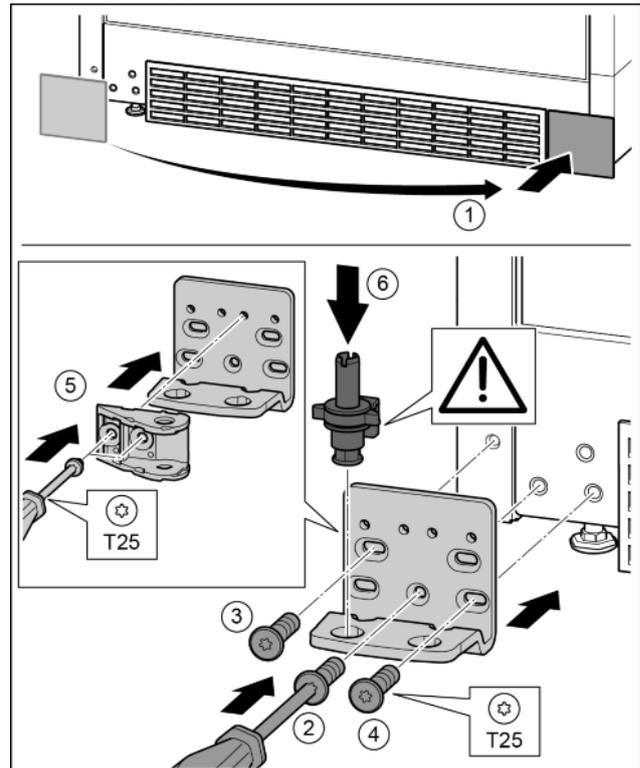

Fig. 36
- ▶ Снять крышку и поставить с другой стороны. *Fig. 36 (1)*
- ▶ Установить опорный кронштейн с другой стороны и прикрутить с помощью отвертки T25. Начинать с винта 2 в центре. *Fig. 36 (2)*
- ▶ Затянуть винты 3 и 4. *Fig. 36 (3, 4)*
- ▶ Повернуть соединительный элемент амортизатора закрывания дверей на 180°. Прикрутить с другой стороны опорного кронштейна с помощью отвертки T25. *Fig. 36 (5)*
- ▶ Снова установить опорный палец в сборе. При этом следить за тем, чтобы выступ фиксатора был направлен назад. *Fig. 36 (6)*